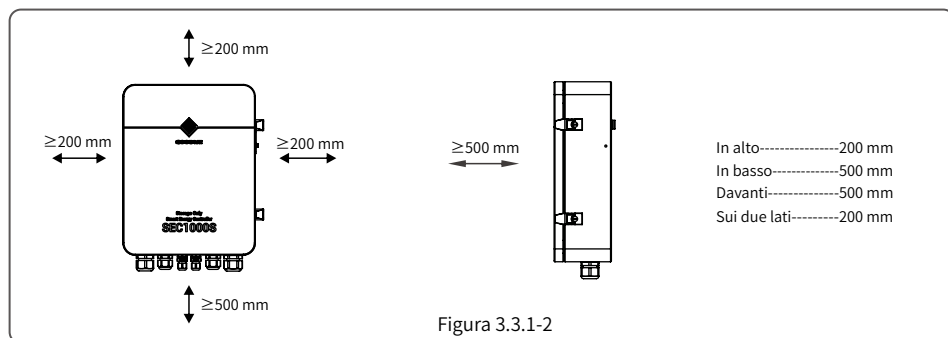

Figura 3.3.1-2
- SEC1000S deve essere installato in verticale o con un'inclinazione all'indietro inferiore a 15°. Non è consentita nessuna inclinazione laterale. L'area di connessione deve puntare verso il basso. Fare riferimento alla Figura 3.3.1-1.
- Per consentire la dissipazione del calore, e per comodità di smontaggio, i giochi intorno a SEC1000S non devono essere inferiori ai valori indicati nella Figura 3.3.1-2.